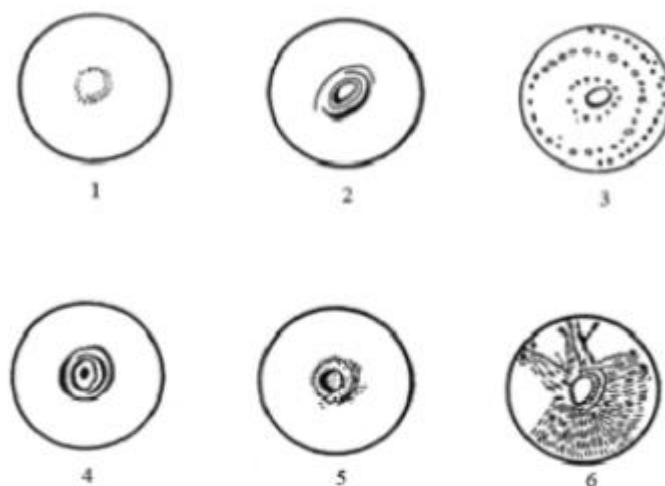

Рис. 1. Примерный вид остатка топлив после сжигания на сферическом стекле:
1. после окончания горения дать стеклу остыть и осмотреть вид остатка на сферическом стекле (рис. 1).